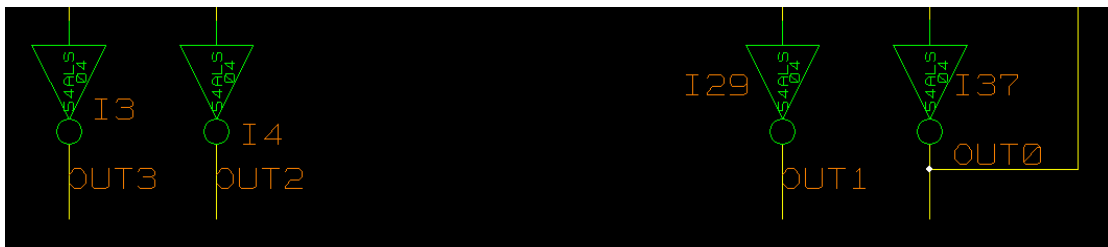

图 3.19
4. 给 4 个 LS04 的输出管脚分别加上信号名 OUT3—OUT0，如图 3.19，再次存盘，则不再出现错误提示。